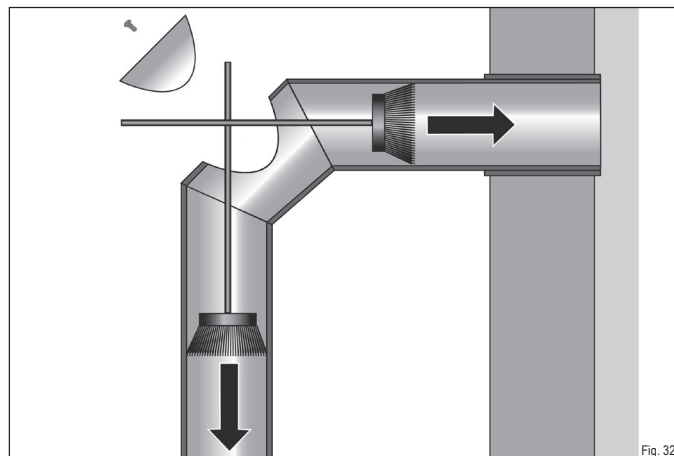

Fig. 32
- ▶ Ouvrez la trappe de nettoyage sur le conduit de fumée (Fig. 32).
- ▶ Ramassez les débris à l'arrière de la cheminée et vers le bas dans le poêle (Fig. 32).